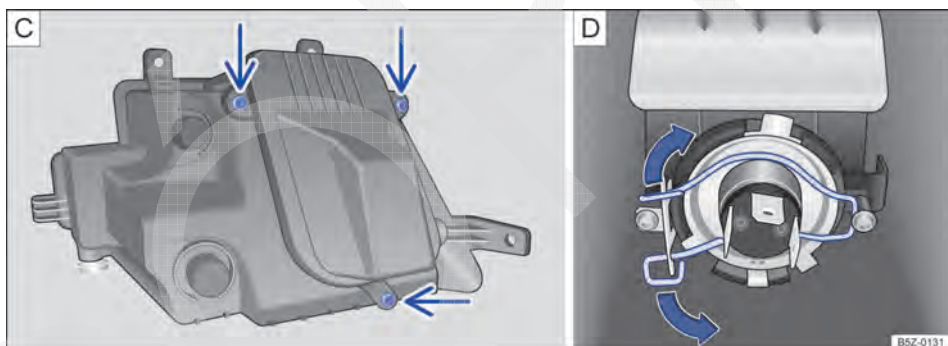

Fig. 140 No para-choque dianteiro: **C** retirar os parafusos da cobertura da lâmpada e **D** lâmpada do farol de neblina.
5. Retirar os parafusos indicados pelas setas → Fig. 140 C, para acessar a lâmpada do farol de neblina.
6. → Fig. 140 D, para acessar a lâmpada do farol de neblina.
8. Comprimir a mola de travamento no sentido da seta e deslocá-la para destravar a lâmpada → Fig. 140 D.
13. Recolocar o conector de alimentação e inserir cuidadosamente o farol de neblina no alojamento do para-choque → ①.